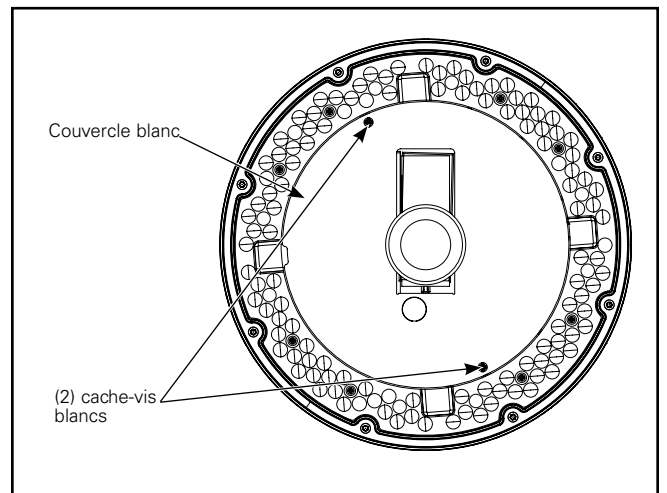

Figure 6.
2. Retirez les deux (2) cache-vis blancs fixant le couvercle blanc (Figure 6). Mettez de côté. Ne retirez pas les couvercles de lentilles à DEL.
8. Réinstallez le couvercle blanc et les deux (2) cache-vis blancs retirés à l'étape 2 (Figure 6). Serrez à un couple de 0,5 Nm (5 po-lb).